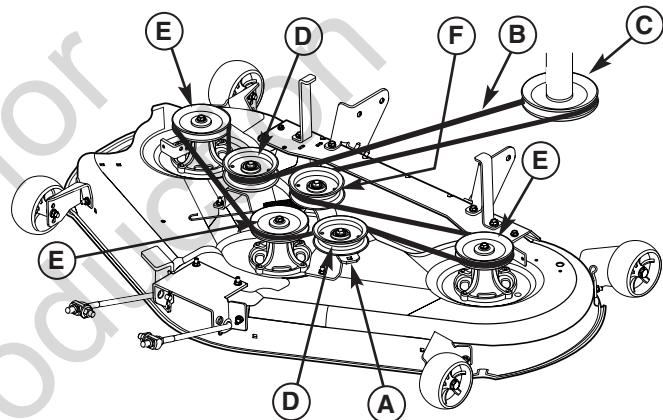

Figura 40. Dirección de la correa del cortacésped
3. Inserte el trinquete en el orificio de 9,5 mm (3/8 pulg.) del brazo de polea tensora (A, Figura 40) y tire para liberar la tensión de la correa.
4. Retire la correa de transmisión del cortacésped (B) de la polea del motor de transmisión (C).